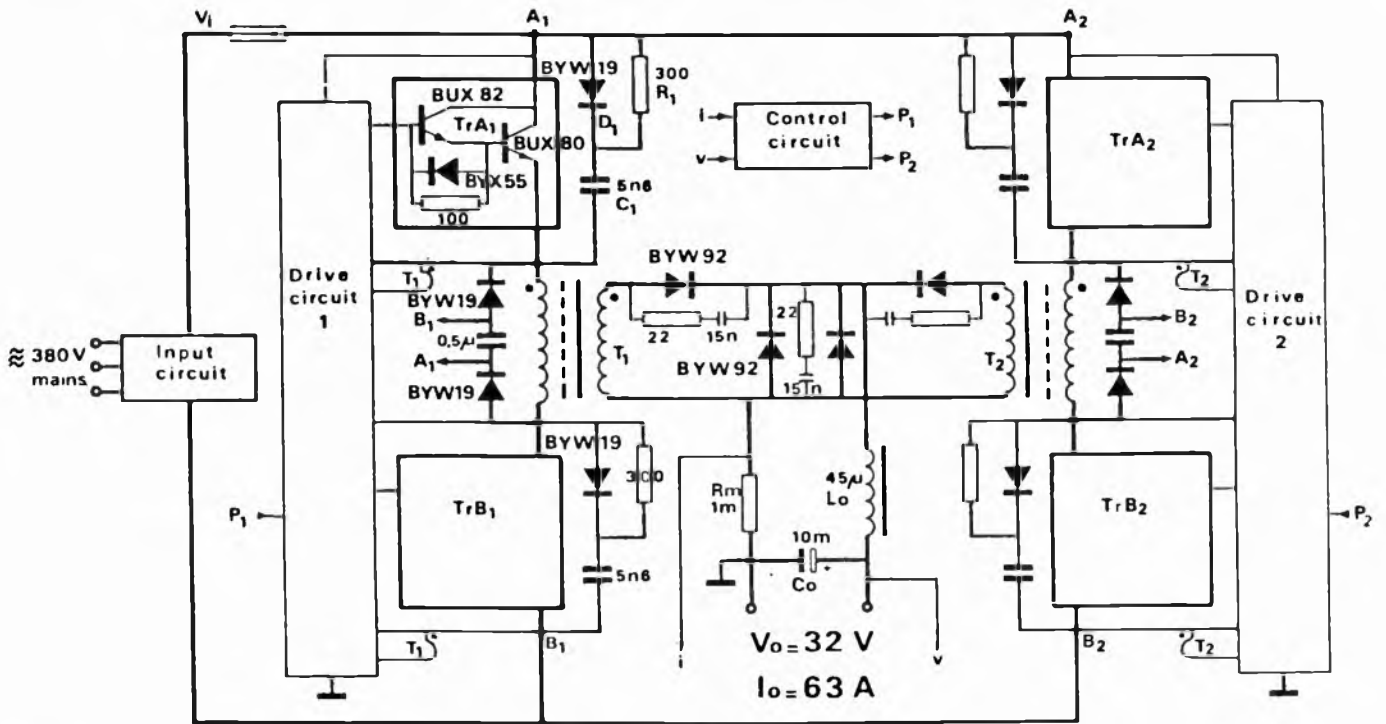
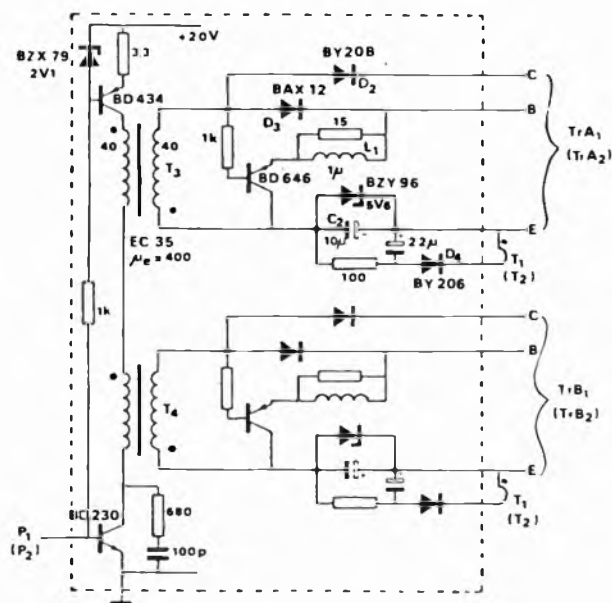

Fig. 1
Fig. 3
**L**o schema semplificato dell'alimentazione stabilizzato a commutazione (un convertitore diretto doppio) per rete trifase è riportato in fig. 1. La potenza trattata è 2 kW.
E' indicato in fig. 3. I transistori A e B (fig. 1) vengono pilotati contemporaneamente. Quando il BD 230 viene bloccato dal circuito di controllo, anche la sorgente di corrente (BD 434) viene interrotta, e di conseguenza, l'energia magnetica immagazzinata nei trasformatori T3 e T4 porterà in conduzione, tramite D3, i transistori d'uscita.
La tensione sul terminale 5 proviene dall'uscita dell'amplificatore operazionale NE 535N. Questa uscita tende a diminuire di valore nel caso in cui l'informazione  $i$ , ricavata ai capi del resistore  $R_m$  (vedi fig. 1) supera l'informazione di riferimento ricavata ai capi di R37.